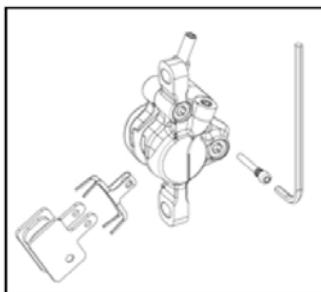

Figura H-2 Montaggio della pinza
- Tirare la coppiglia dal bullone dei pattini dei freni – prestare attenzione a non perdere questo pezzo **(Figura H-2)**